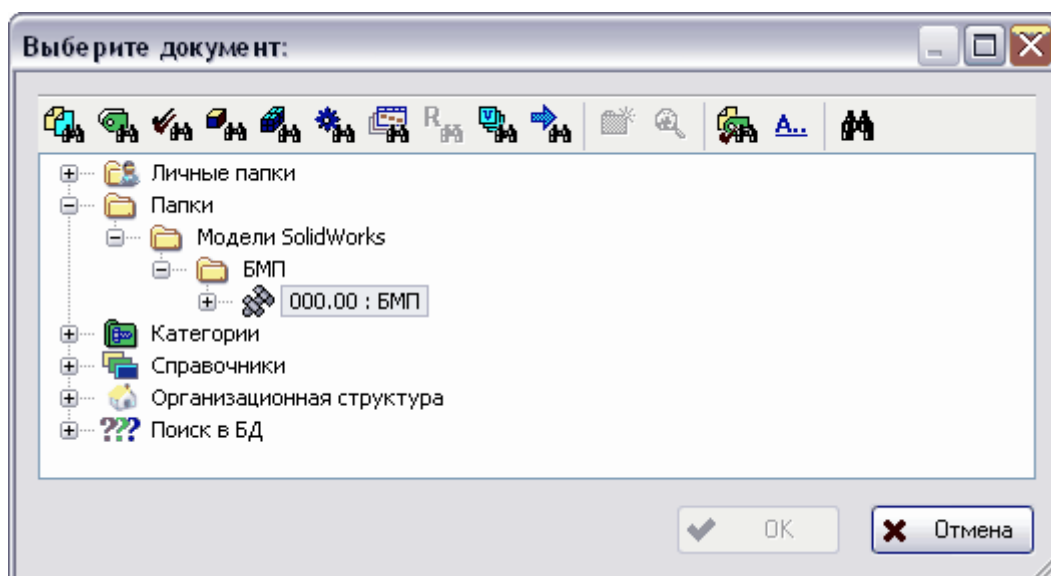

Рис. 44
1. В менеджере документов нажмите на кнопку **Открыть из базы данных на редактирование** . Открыть модель из БД PSS можно также из окна SolidWorks, нажав на панели инструментов PSS на кнопку **Открыть из базы данных на редактирование** . При этом откроется диалоговое окно **Выберите документ**, содержащее модели, находящиеся в БД PSS (Рис. 44).